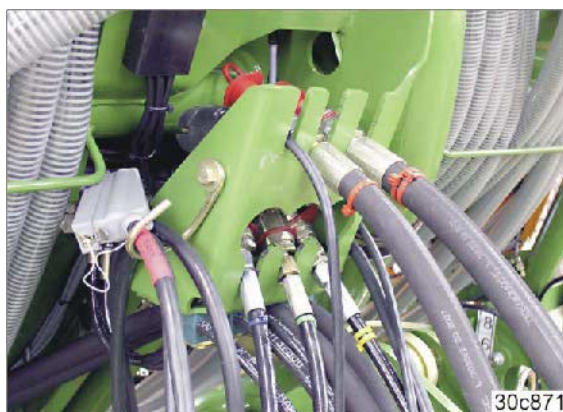

Рис. 87
9. Отсоедините все питающие магистрали от трактора, закройте их защитными заглушками и закрепите на держателе (Рис. 87).